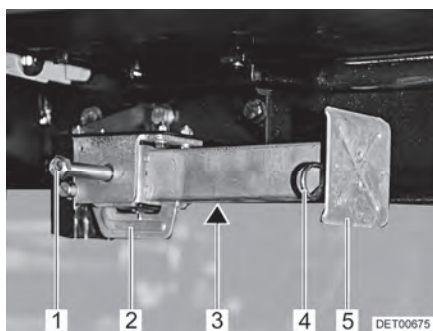

Bild 30 Stödben
- Placera hylsnyckeln på sexkanten (Bild 30,1) och vrid runt den tills stödbenet står rakt neråt.
- När längden på stödbenet kan justeras, dras sprinten (Bild 30,4) ut ur stödbenets förlängning (Bild 30,5).
- Placera hylsnyckeln på sexkanten (Bild 30,1) och vrid runt den tills stödbenet inte längre sitter mot marken.
- Skjut in stödbensförlängningen (Bild 30,5) helt och sätt in sprinten (Bild 30,4) i borrhålet på stödbensförlängningen.
- Vrid sexkanten (Bild 30,1) tills stödbenet svängs uppåt och spåret (Bild 30,2) är helt vid slutet av skåran (Bild 30,3).